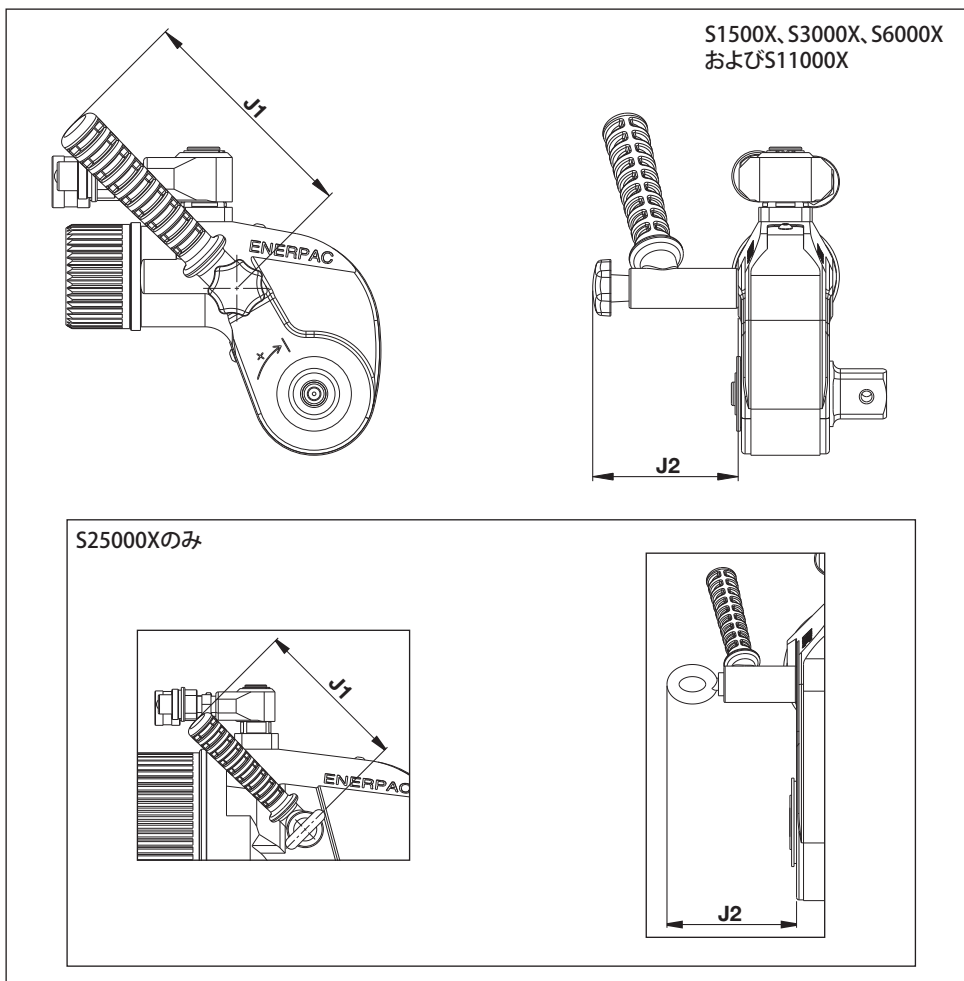

図35
6.10 寸法および仕様、SWHシリーズアングル付き位置決めハンドル(図35)